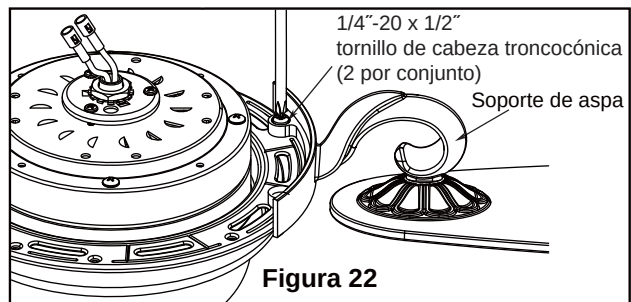

Figura 22
2. Fije los soportes de aspas al soporte del motor mediante los tornillos de 1/4"-20 x 1/2" a través de los orificios ubicados al costado del soporte del motor. (Figura 22)